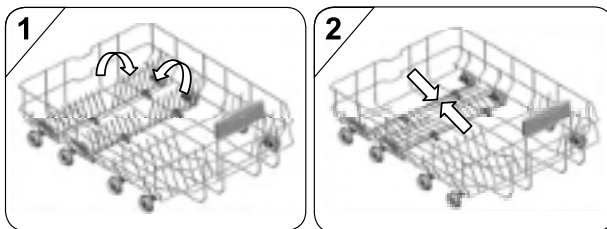

Рис. 11
- Складные держатели позволяют размещать крупную посуду в верхней и нижней корзинах: кастрюли, сковородки и др. Использовать складные держатели можно, поднимая их вверх (рис. 11, иллюстрация 1) или складывая (рис. 11, иллюстрация 2).